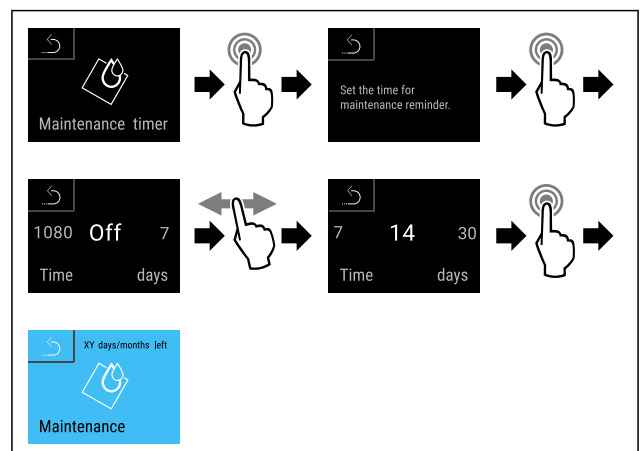

Fig. 103
- ▶ Efectuați pașii de acțiune (vezi Fig. 103).